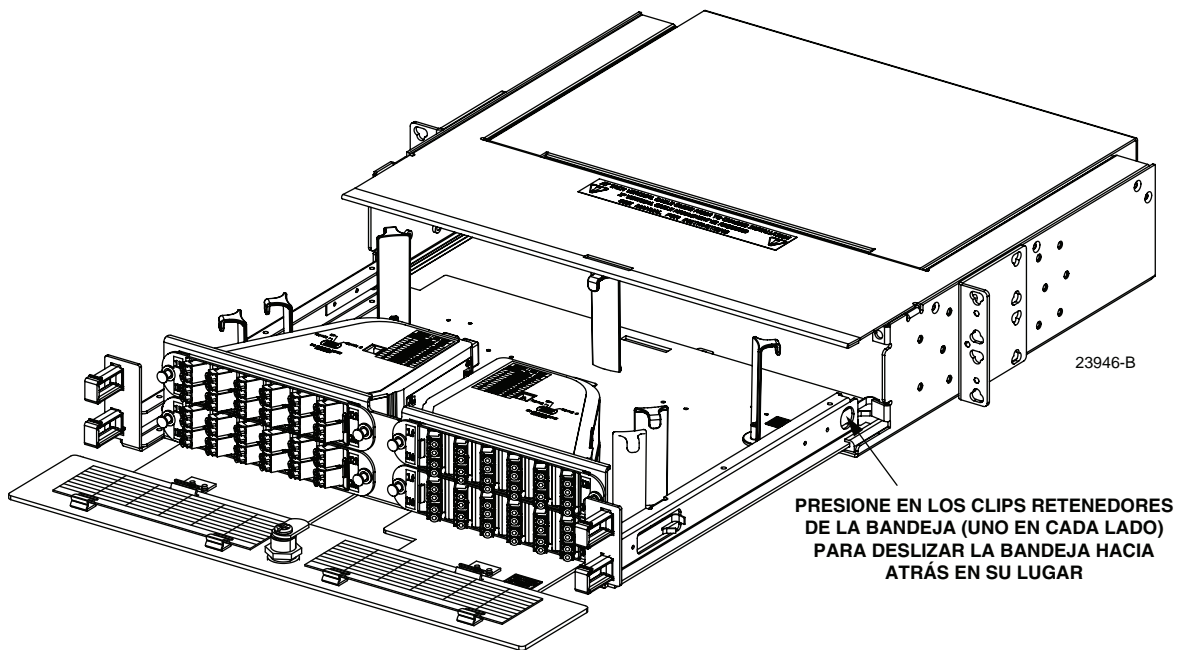

Figura 9. Liberar un panel abierto para cerrarlo
3. Para liberar un panel abierto para cerrarlo, suelte los clips retenedores (uno en cada lado) localizados como se muestra en la Figura 9. Deslice el panel hacia adentro hasta asegurarlo a la posición cerrada.